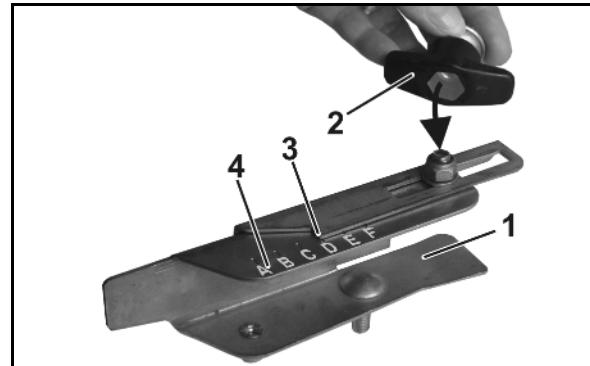

図 83
1. 境界散布偏向板 (図 83/1) をホルダ (図 83/2) から取り出します。
2. 左側の散布ディスク (図 83/4) から長い散布偏向板 (図 83/3) を取り外します。